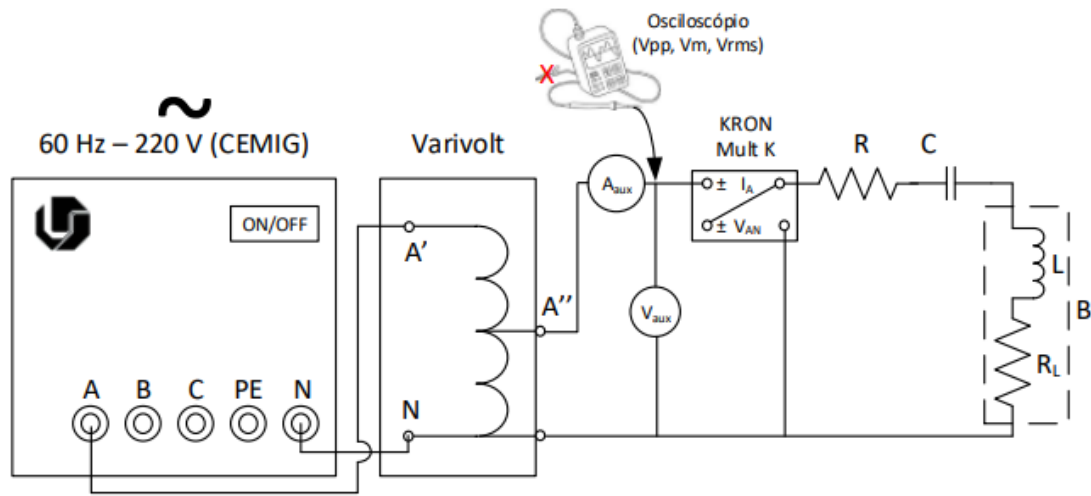

Figura 1: Montagem experimental - parte 1.
- Alimente o lado primário do *varivolt* usando a rede da CEMIG. Com um multímetro digital, anote o valor da tensão *rms* em A"N (Figura 1). Neste experimento obteve-se $V_{rms} =$.